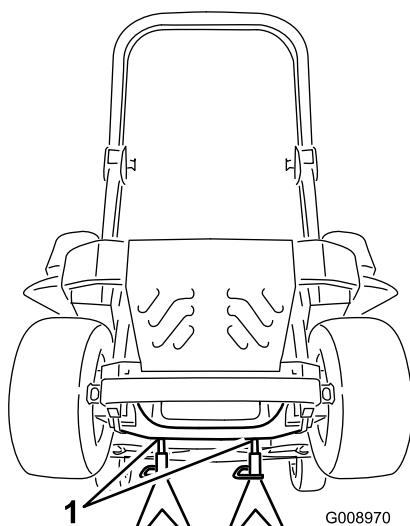

Figura 82
- Sollevate la macchina e sostenetela su cavalletti (Figura 82).
- Rimuovete i cavalletti metallici e abbassate la macchina (Figura 82).